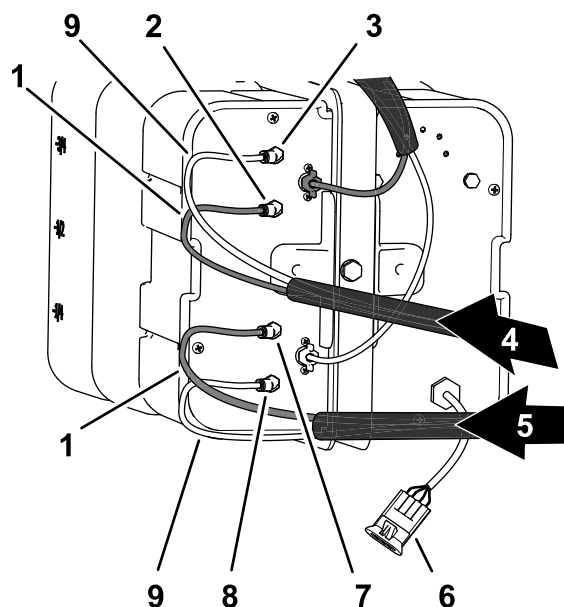

図 22
1. 図 22 のように、右側boom用泡チューブを配設する。
2. コンプレッサのサイドプレートのエア用フィッティングに透明チューブを入れる 図 22。
3. コンプレッサのサイドプレートの液用フィッティングに青いチューブを入れる 図 22。
4. 図 22 のように、左側boom用泡チューブを配設する。